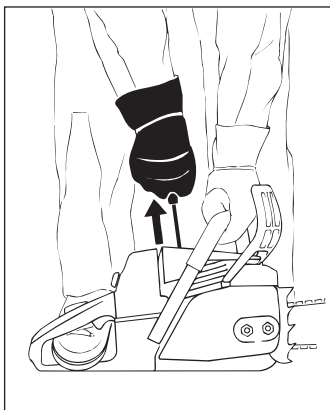

Рис. 58
- Правой рукой медленно вытянуть пусковую рукоятку до упора – а затем резко протянуть ее – при этом, отжать вниз трубчатую рукоятку – трос не вытаскивать до конца – опасность разрыва! Не позволяйте рукоятке запуска быстро вернуться в исходное положение – отвести рукоятку вертикально, чтобы трос запуска правильно намотался (рис. 58).